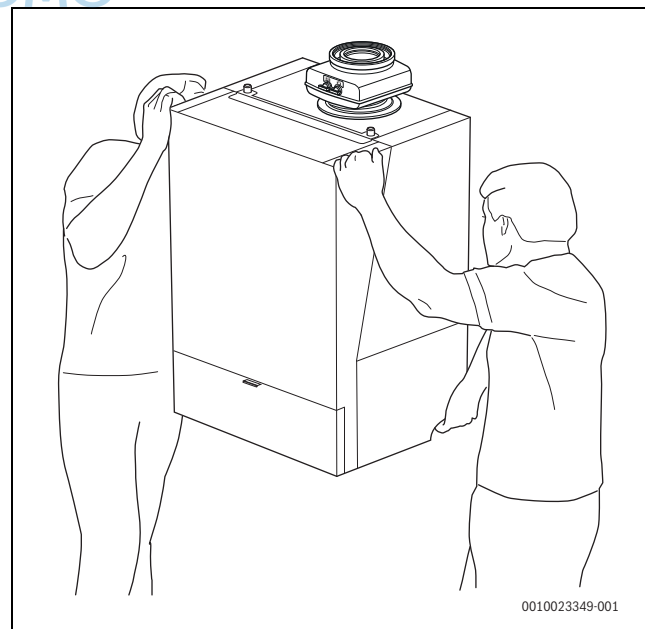

Bild 9 Ordnungsgemäßes Heben und Tragen des Geräts
- ▶ Gerät nur an den Seiten anfassen und nicht am Bedienfeld oder am Abgasrohranschluss (→ afb. 9).